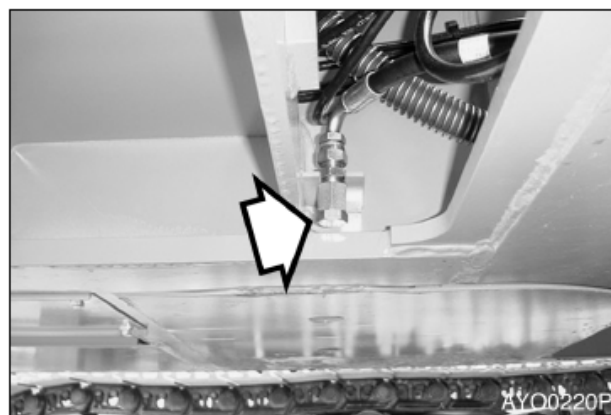

Рис. 23
5. Если уровень масла превышает отметку **“H”** на щупе, снять заглушку сливного отверстия (рис. 23) и слить излишек масла в соответствующую емкость.